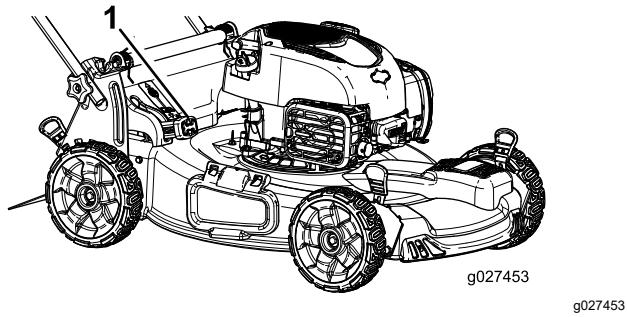

Рисунок 18
- Для сбора скошенной травы и листьев в мешок нажмите кнопку на рычаге включения сбора в мешок и двигайте рычаг вперед, пока кнопка на нем не вернется в исходное положение (Рисунок 18).